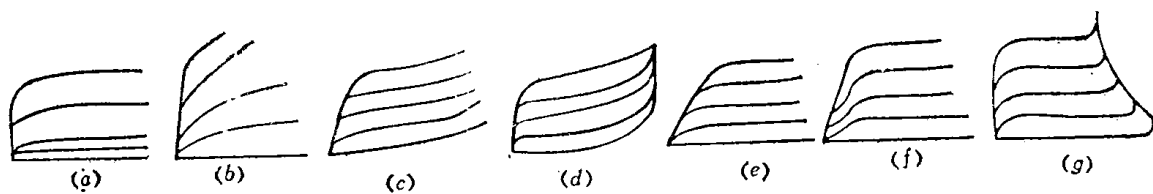

图 1-8
1.8 图1-8中示出了7种三极管的特性曲线, 说明它们各自的缺点。